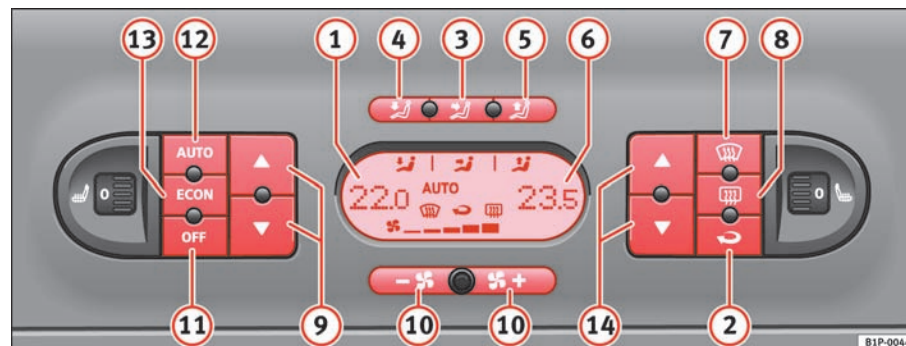

Fig. 109 I instrumentpanelet: betjeningselementer til 2C-Climatronic
- Tryk på knapperne til temperaturregulering ⇒ **side 139, fig. 109** **9** eller **14** for at indstille temperaturen i henholdsvis venstre og højre side.
- Tryk på **AUTO** ⇒ **side 139, fig. 109**. I displayet vises AUTO.